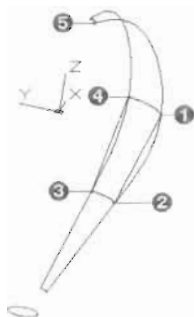

图 13-145
(2) 修剪边界曲线。
① 执行“视图>动态观察>自由动态观察”菜单命令, 然后拖动鼠标适当调整图形视角, 以便清楚观察图形。
② 绘制连接点 1 和点 2 (如图 13-145 所示) 的直线。绘制连接点 3 和点 4 (如图 13-145 所示) 的直线。